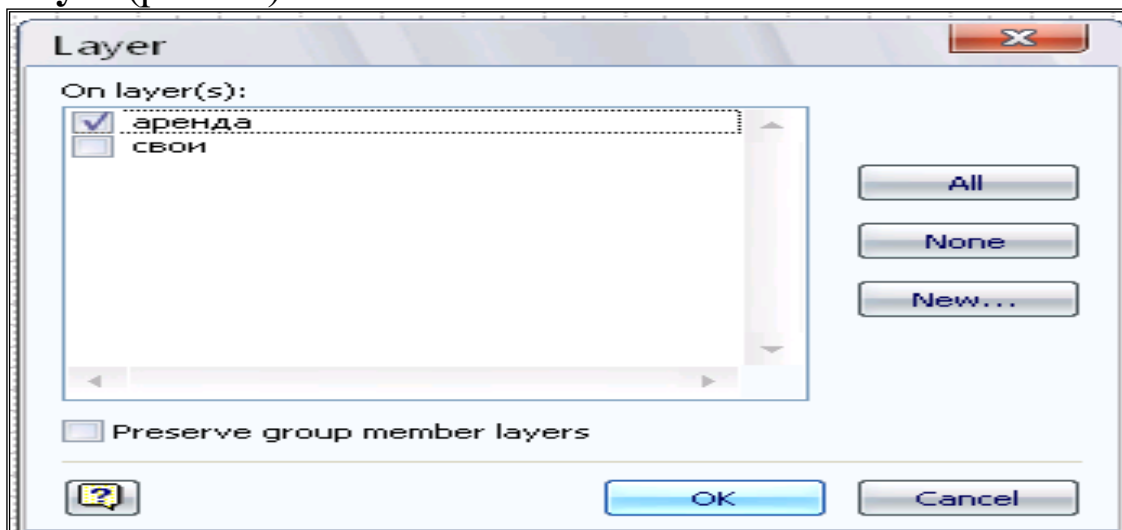

Рис. 78. Привязка фигур к слою
1) Далее выполнить привязку ПК1 и ПК2 к слою «аренда», используя контекстное меню конкретных фигур и команды **Format – Layer** (рис. 78):